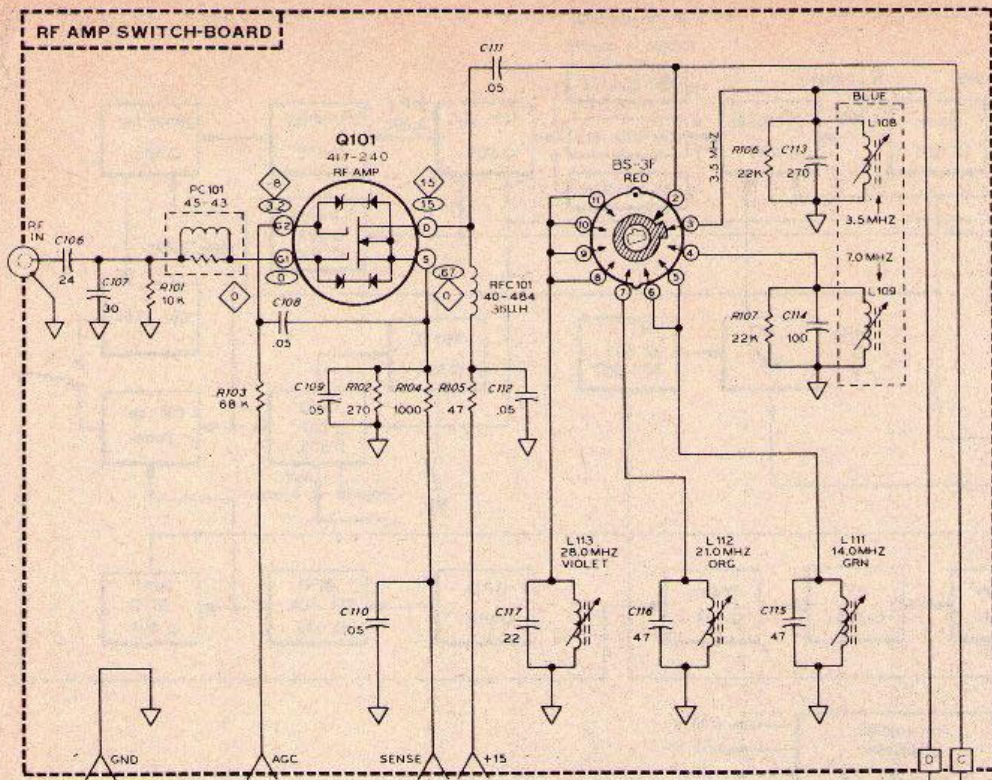

Fig. 1
**PARTIE HAUTE FRÉQUENCE** (Fig. 1). Les signaux issus de l'antenne arrivent sur le commutateur HF/VHF selon la gamme choisie puis sont appliqués